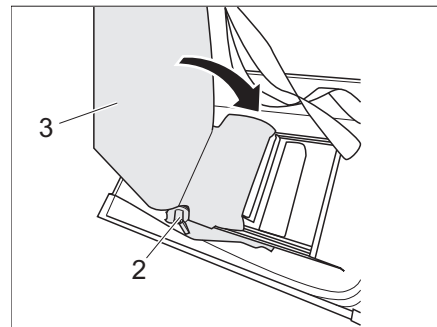

Bild 216 Sitzlehne in der Sitzbank verstauen
- Hebel 1 (Bild 216,2) betätigen und Sitzlehne (Bild 216,3) nach innen klappen.